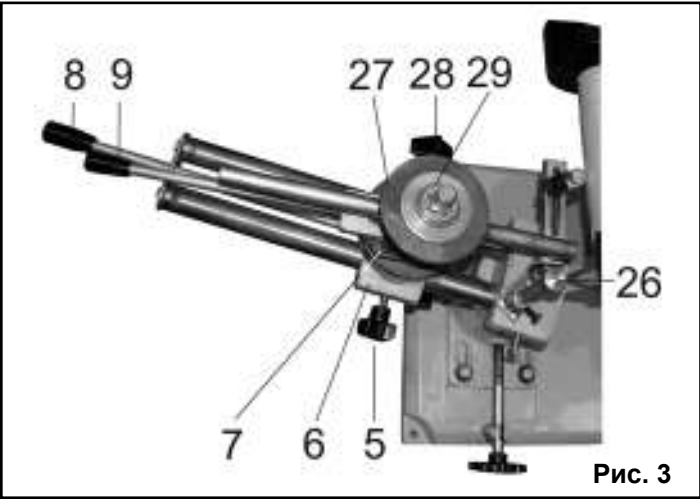

Рис. 3
9.1. Подготовка к работе (Рис. 3,4,5,6,7,8,9)